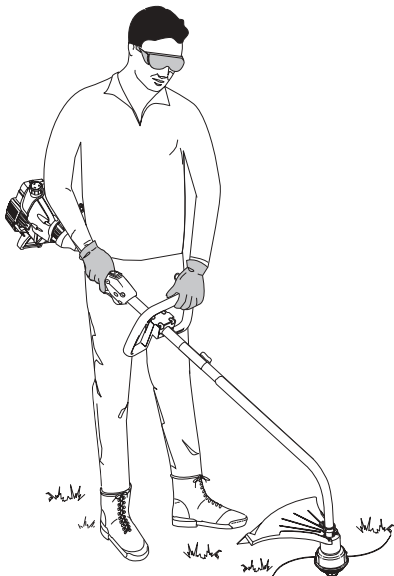

Figure 2
5. Mientras sostiene la unidad en posición de operación (Fig. 2), coloque la manija en D en la posición que le brinde el mejor agarre.